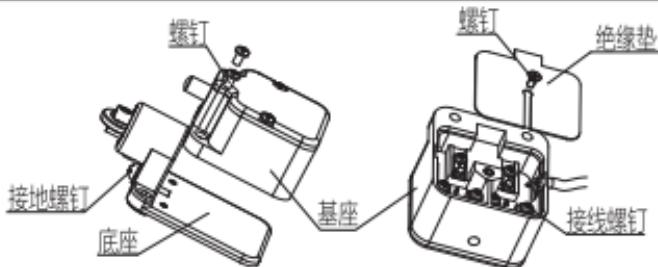
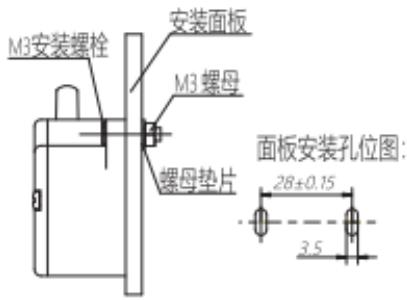
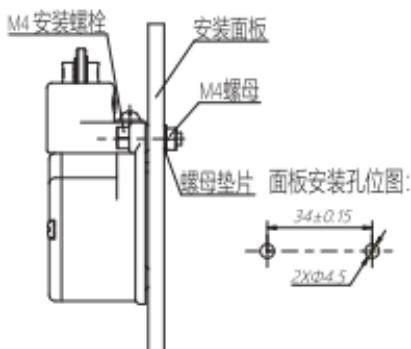

图3 布线示意图
图4 YBLX-X2安装示意图
图5 YBLX-X2/N安装示意图
- 7.2.1 安装：松开底座螺钉→拆开绝缘垫→按图3接线→装回绝缘垫→拧紧底座螺钉→按图4或图5安装（YBLX-X2产品无底座）；产品接线后确认绝缘垫正确装回基座槽内（基座安装面平整），基座、底座安装面无异物，M3安装螺钉拧紧力矩（0.4~0.6）N·m，M4安装螺栓拧紧力矩（1.2~1.4）N·m。